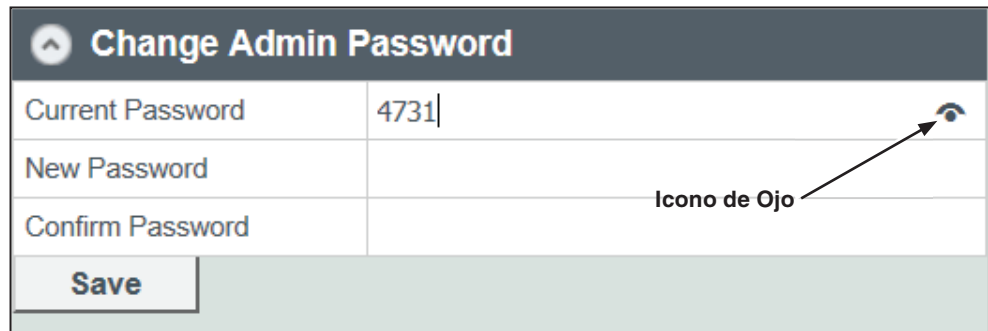

Figura 8. Hacer clic en el icono “Ojo” para revelar la contraseña.
PASO 3. Si lo desea, haga clic en el icono de Ojo en el lado derecho del campo **Current Password (Contraseña Actual)** para revelar el texto de la contraseña. Vea la Figura 8.